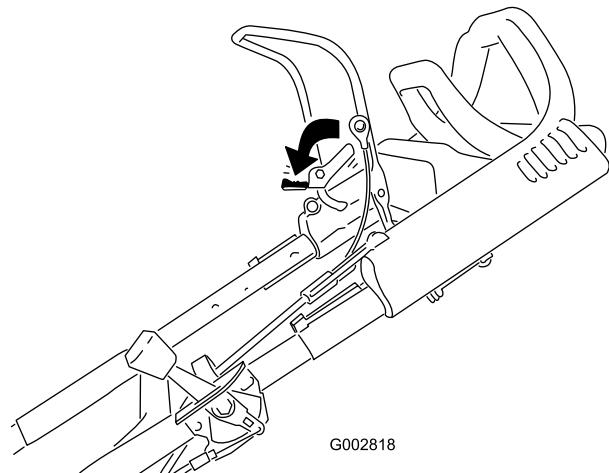

Figura 15
1. Empuje hacia adelante el mecanismo de bloqueo de la barra de control (Figura 15).